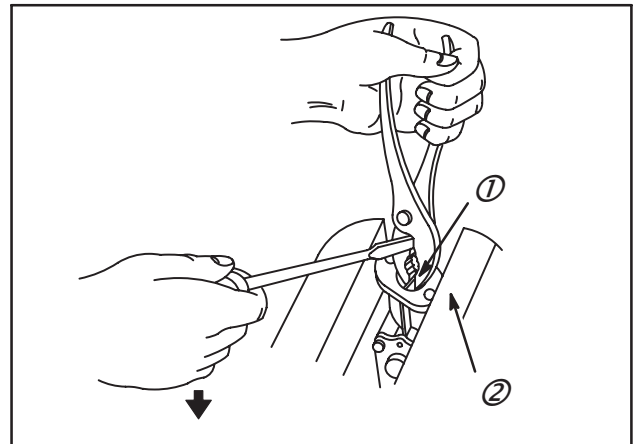

Fig. 70
1. Pour la dépose, immobiliser le carburateur dans un étau (2) à mors doux, environ 1,5 cm plus bas que le haut des mors.
2. Saisir fermement l'hélice à l'aide d'une pince plate, voir Fig. 70.